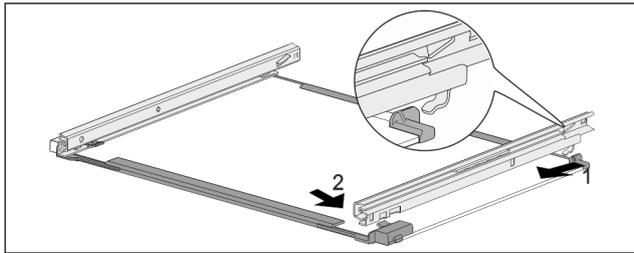

Fig. 111 Ripiano in vetro con guide
- ▶ Agganciare la guida sul lato posteriore. Fig. 111 (1)
- ▶ Innestare la guida sul lato anteriore. Fig. 111 (2)